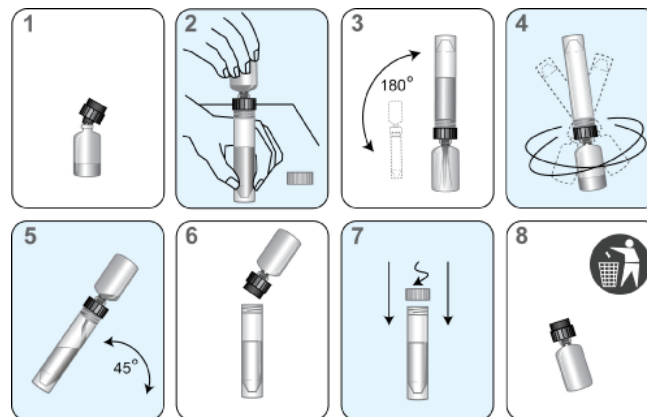

Figure 1. Procédure de reconstitution Panther System
- c. Ouvrez le flacon de réactif lyophilisé et insérez fermement l'extrémité à encoche du collet de reconstitution dans l'ouverture du flacon (Figure 1, Étape 1).
- e. Tout en tenant la bouteille de solution de reconstitution au-dessus de la paillasse, insérez fermement l'autre extrémité du collet de reconstitution dans l'ouverture de la bouteille (Figure 1, Étape 2).
- f. Inversez délicatement les flacons assemblés. Laissez la solution s'écouler depuis le flacon dans le flacon en verre (Figure 1, Étape 3).
- g. Bien mélanger la solution dans le flacon en verre en le faisant tourner (Figure 1, Étape 4).
- h. Attendez que le réactif lyophilisé se mêle à la solution, puis inversez à nouveau les flacons assemblés en l'inclinant à un angle de 45° pour minimiser la formation de mousse (Figure 1, Étape 5). Laissez la totalité du liquide retourner dans le flacon en plastique.
- i. Retirez le collet de reconstitution et le flacon en verre (Figure 1, Étape 6).
- j. Rebouchez la bouteille en plastique. Enregistrez les initiales de l'opérateur ainsi que la date de reconstitution sur l'étiquette (Figure 1, Étape 7).
- k. Jetez le flacon en verre et le collet de reconstitution (Figure 1, Étape 8).